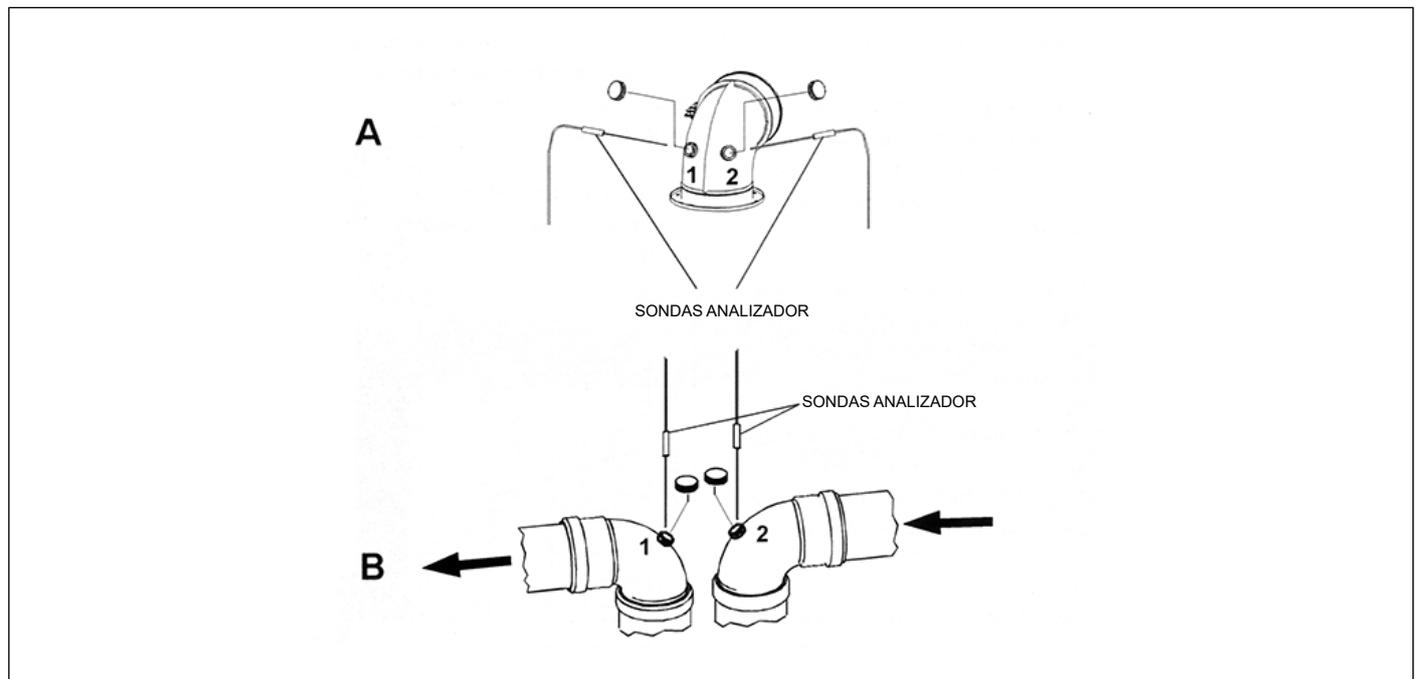

Fig. 14 Ejemplos de puntos de detección de humos
- medición de la temperatura del aire comburente tomada en el orificio dedicado 1 (ver ref. (A) Fig. 14 Ejemplos de puntos de detección de humos , para las calderas con cámara estanca y conductos provistos de sondas para análisis).
- medición de la temperatura de los humos y de la cantidad de CO₂ tomada en el orificio 2 (Ver ref. (A) Fig. 14 Ejemplos de puntos de detección de humos , para las calderas con cámara estanca y conductos provistos de sondas para análisis).
- medición de la temperatura del aire comburente tomada en el orificio dedicado 2 (ver ref. (B) Fig. 14 Ejemplos de puntos de detección de humos , para las calderas con cámara estanca y conductos provistos de sondas para análisis).
- medición de la temperatura de los humos y de la cantidad de CO₂ tomada en el orificio 1 (Ver ref. (B) Fig. 14 Ejemplos de puntos de detección de humos , para las calderas con cámara estanca y conductos provistos de sondas para análisis).